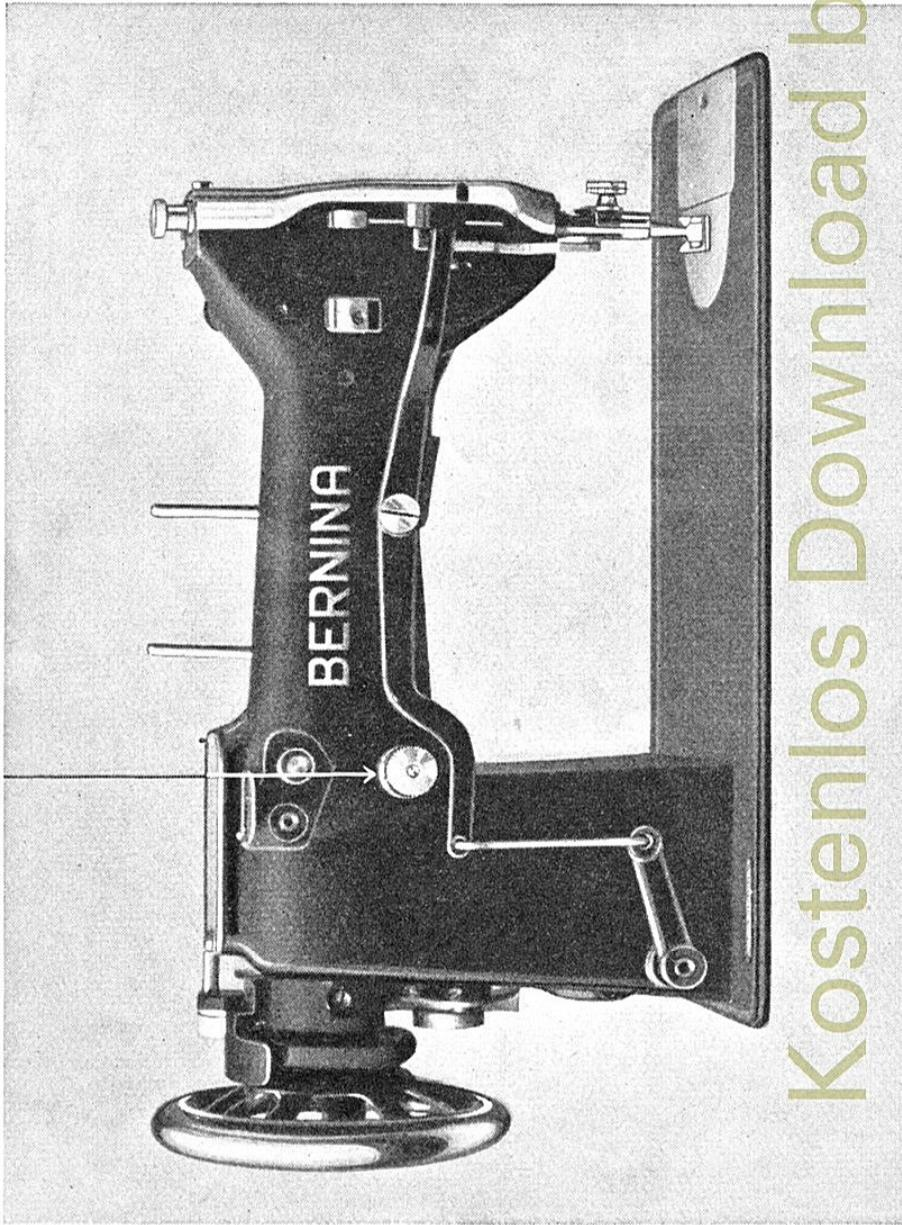

Abb. 19
7. Nadeleinstich in die **Mitte** einstellen (s. Seite 25, Abb. 19).
(Nadeleinstich in die Mitte einstellen. Seite 25, Abb. 19.)
8. **Nadeleinstich in die Mitte oder seitlich links einstellen** (siehe Abb. 19 auf Seite 25).
Diese Ziernähte wurden mit **Nadelausschlag von links aus** (Seite 25, Abb. 19) genäht.
Diese Ziernähte wurden mit **Nadelausschlag von der Mitte aus** (Seite 25, Abb. 19) genäht.
(Nadelausschlag von der Mitte aus. Seite 25, Abb. 19.)
{Nadelausschlag von der Mitte aus. Seite 25, Abb. 19.]
(Einstellung der Nadel von der Mitte aus. Seite 25, Abb. 19.)
[Nadelausschlag von der Mitte aus. Seite 25, Abb. 19.]
[Nadelausschlag von links aus. Seite 25, Abb. 19.]
3. Nadelstellung nach **links**. (Seite 25, Abb. 19.)